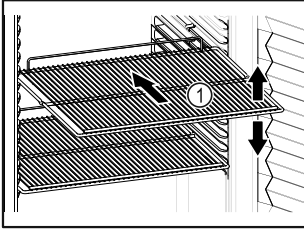

Fig. 61 Atvaizdo pavyzdys
- Jei pastatymo grotelės Fig. 61 (1) galima perkelti, pritaikykite atsižvelgdami į aukštį.